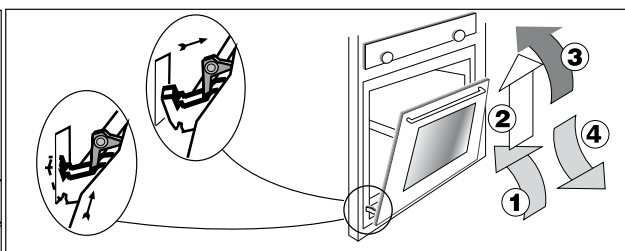

Fig. 33
- Com as alavancas de bloqueio travadas, segurar a porta nos dois lados e fechar a mesma lentamente até ficar bloqueada (fig. 33). Desta forma a mola da dobradiça estará bloqueada, continuando a fechar a porta do forno, podemos desencaixar as dobradiças das fendas do produto, conforme a sequência da figura 33.